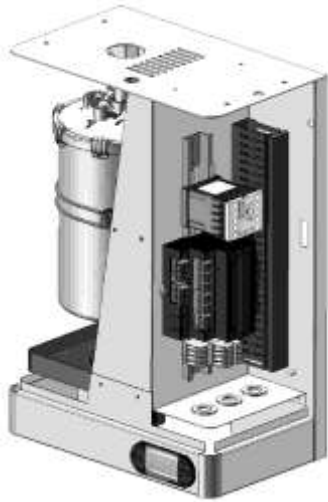

Fig. 1
2. Retirer la carène en acier inox de l'humidificateur en tournant les 2 serrures sur les cotés (**Fig. 1**).